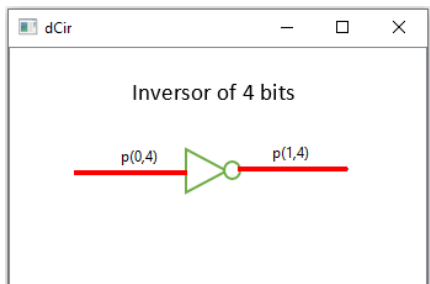

Fig.7: caminos establecidos
- d) Clicar botón izquierdo sobre el inicio del camino, arrastrar hasta el posible cambio de dirección, soltar, volver a clicar, arrastrar, etc. hasta llegar al destino (fig.7).